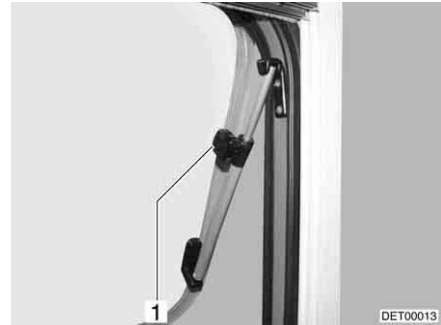

Bild 76 Överkantshängt fönster med vridspärrar, öppet
- Det överkantshängda fönstret öppnas till önskat läge och låses med den lettrade hylsan (Bild 76,1).
- Vrid den lettrade hylsan (Bild 76,1) tills låsningen släpper.